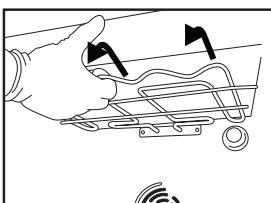
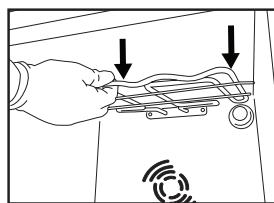

Fig. 1
Fig. 2
- Trekk varmeelementet litt ut (Fig. 1) og senk det (Fig. 2).